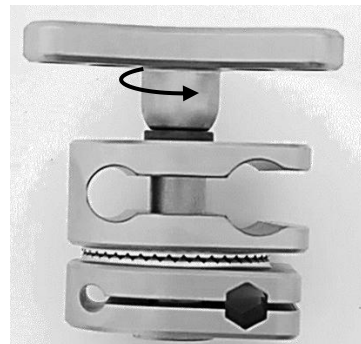

Abb. 20
Den Sterngriff (1) gegen den Uhrzeigersinn drehen, bis er sich abnehmen lässt (Abb. 20).